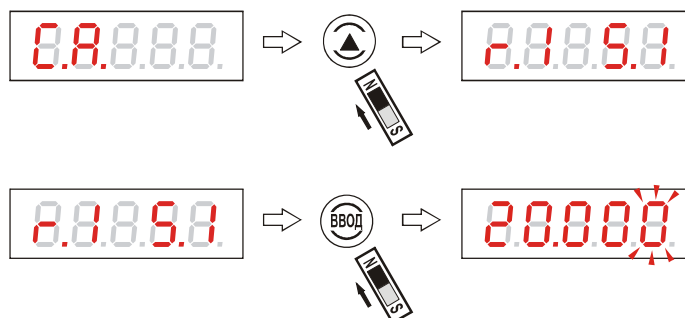

Рисунок 45 - Переход к вводу значения уставки 1 реле 1
2.8.12 Для входа в подраздел программирования значения уставки 1 реле 1 “**r.1 S.1**” необходимо выбрать этот подраздел кнопкой «↑» и “нажать” «ВВОД», рисунок 45: